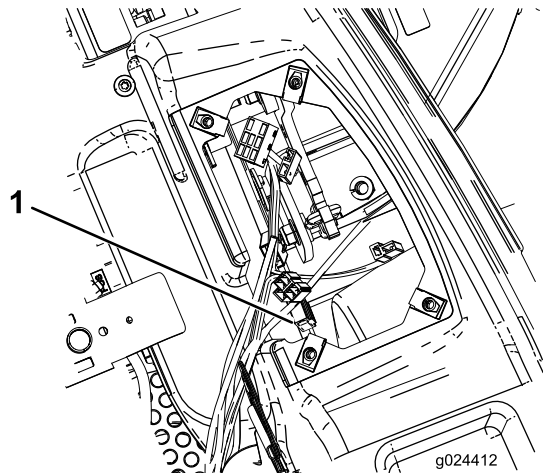

Figura 46
3. Agarre el fusible del motor y retírelo del bloque de fusibles en línea recta (Figura 46).